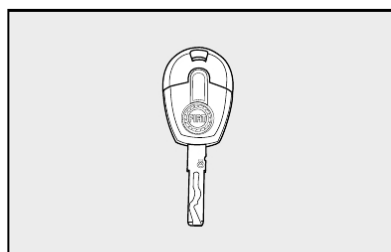

fig. 1
### CHAVES fig. 1 e 2
- Duas chaves **fig. 1**.
A chave **fig. 1** de uso normal no veículo é usada para: